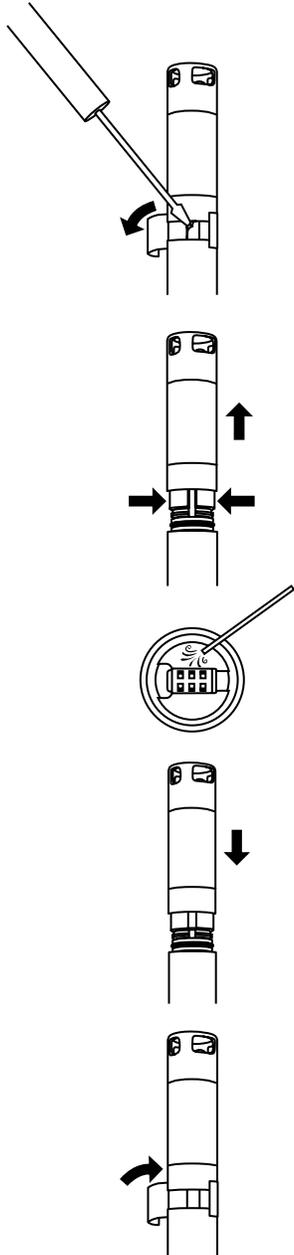

Abbildung 81 Austausch des Sensormoduls
1. Ziehen Sie den Aufkleber von der Verbindung zwischen Sensorkörper und Modul ab (**Abbildung 81**).